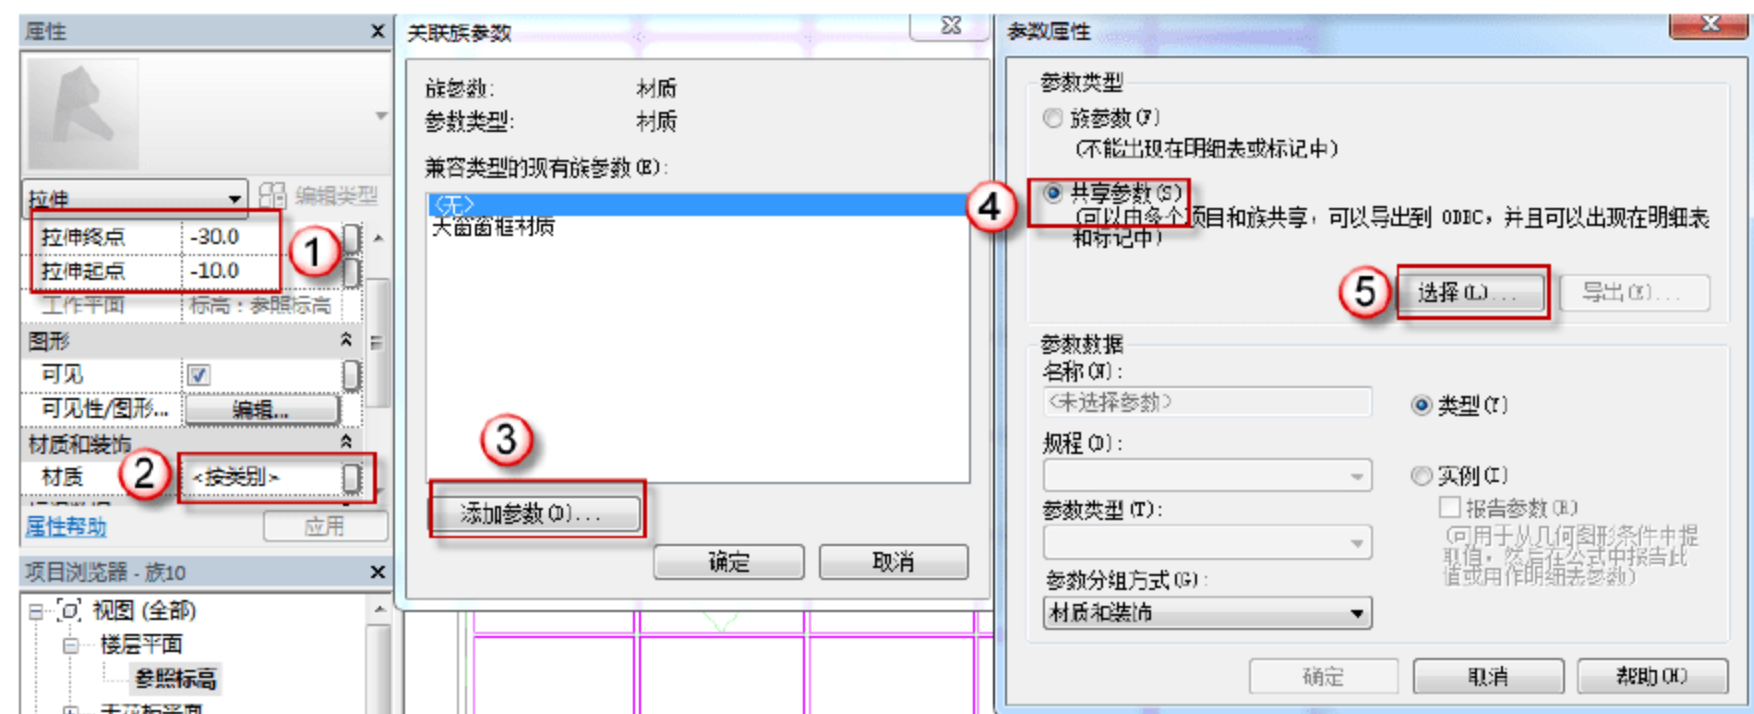

图 12.1.43 添加“天窗玻璃参数”
(17) 添加“天窗玻璃参数”。在“属性”面板中，将限制条件中的“拉伸终点”后输入“-30”字样，在“拉伸起点”后输入“-10”字样，在“材质和装饰”栏中单击“按类别”按钮，在弹出的“关联族参数”对话框中，单击“添加参数”按钮，进入“参数属性”对话框，选中“共享参数”单选按钮，单击“选择”按钮，如图 12.1.43 所示。